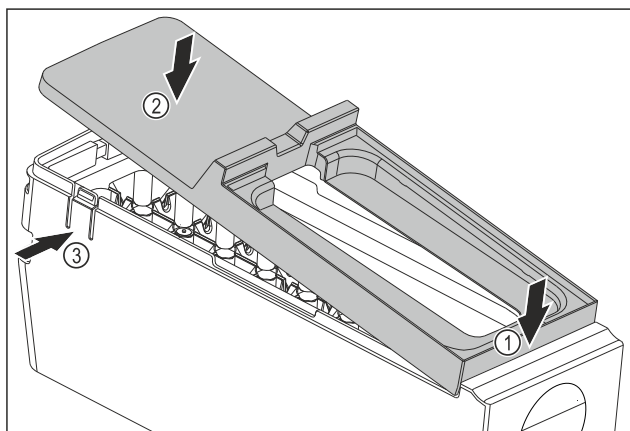

Fig. 123
- Montáž krytu korpusu EasyTwist-Ice: Nasadte kryt na přední stranu. Fig. 123 (1)
- Spusťte kryt vzadu dolů. Fig. 123 (2)
- Kryt slyšitelně zaklapne v obou lamelách Fig. 123 (3).